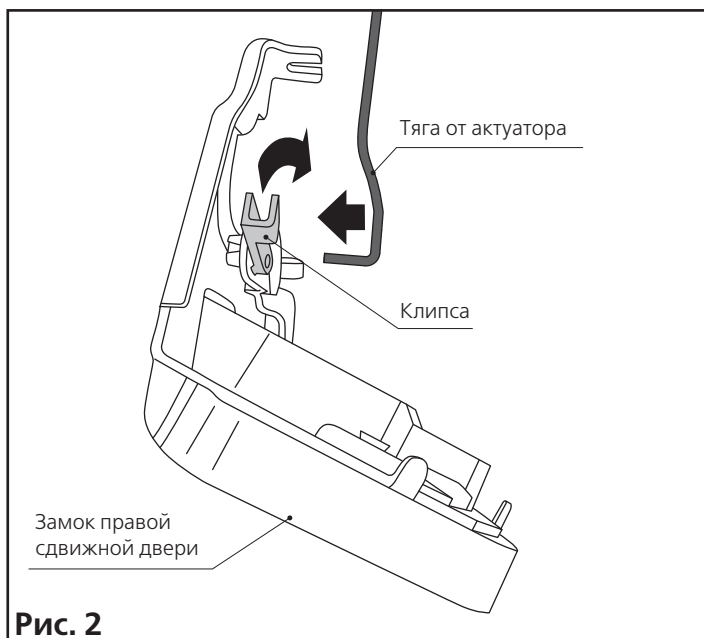

Рис. 2
3.2.5 Соедините изогнутый конец тяги к замку правой сдвижной двери и вставьте в отверстие вместо штатного конца троса, закрепив клипсой (рис. 2, 3).